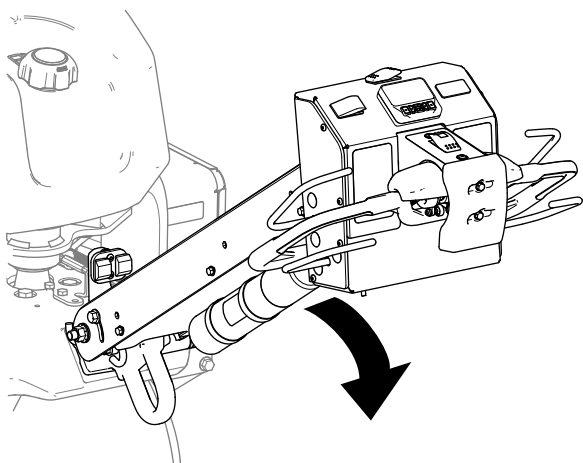

Figura 69
2. Levante a barra de ligação para desengatar o travão de estacionamento (Figura 69).